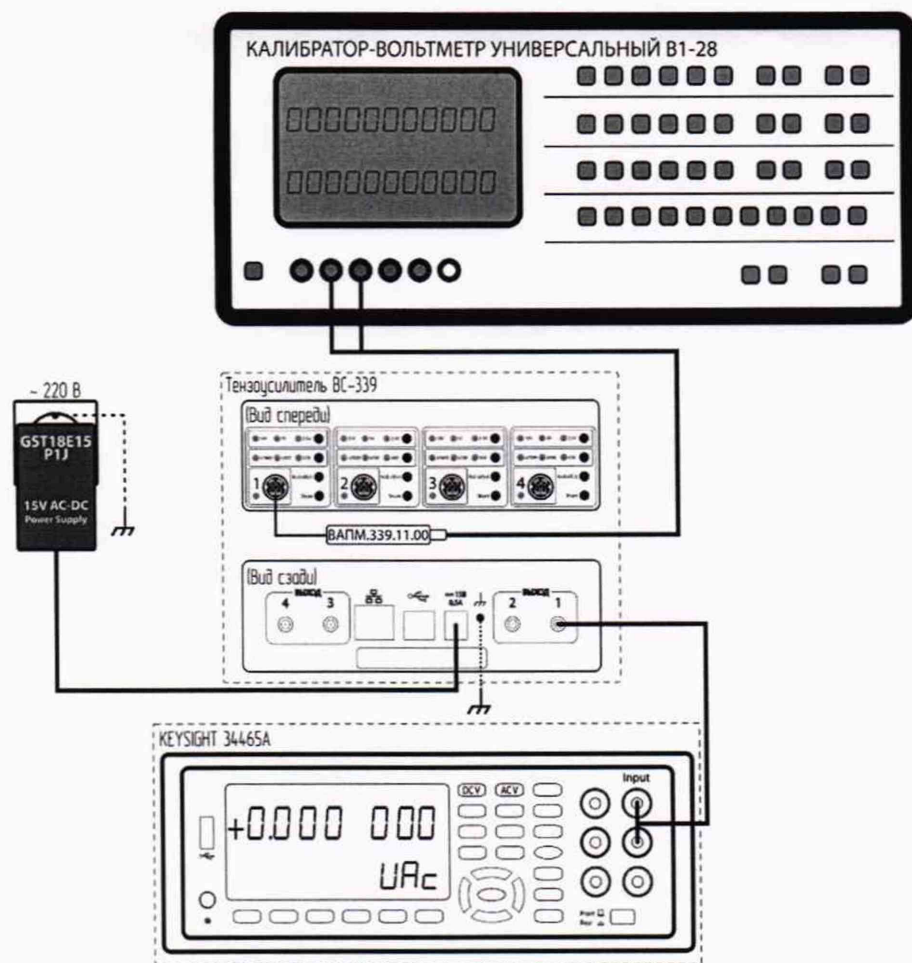

Рисунок 4.
9.2.1 Собрать схему (Рисунок 4).